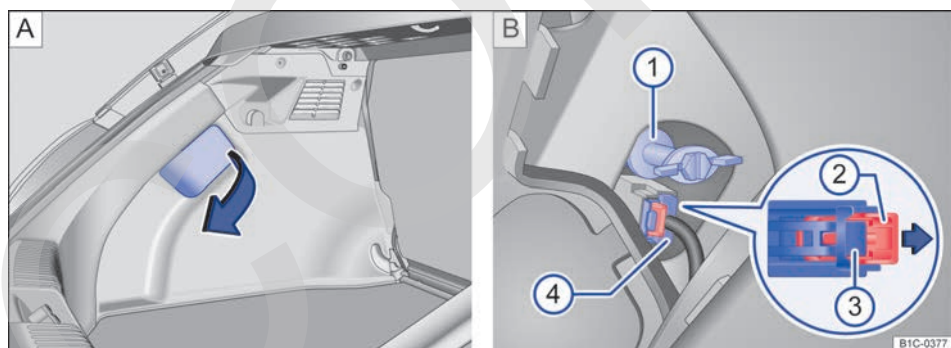

Fig. 152 A: Apertura de la tapa del guarnecido lateral trasero del maletero. B: Desmontaje del grupo óptico trasero.
4.	Abra la tapa del guarnecido lateral trasero en el sentido de la flecha → fig. 152 A .
5.	Tire del fiador rojo → fig. 152 B ② en el sentido de la flecha para desbloquear el bloqueo del conector → fig. 152 B ④.
6.	Comprima el bloqueo del conector → fig. 152 B ③ y desacople el conector → fig. 152 B ④.
7.	Desenrosque el tornillo de fijación del grupo óptico trasero → fig. 152 B ① y extraiga el grupo óptico de la carrocería hacia atrás con cuidado.
13.	Con una mano sostenga el grupo óptico en la posición de montaje y con la otra apriete el tornillo de fijación → fig. 152 B ①.
15.	Acople el conector → fig. 152 B ④ al portalámparas y presione el fiador rojo → fig. 152 B ② en el sentido contrario al de la flecha.